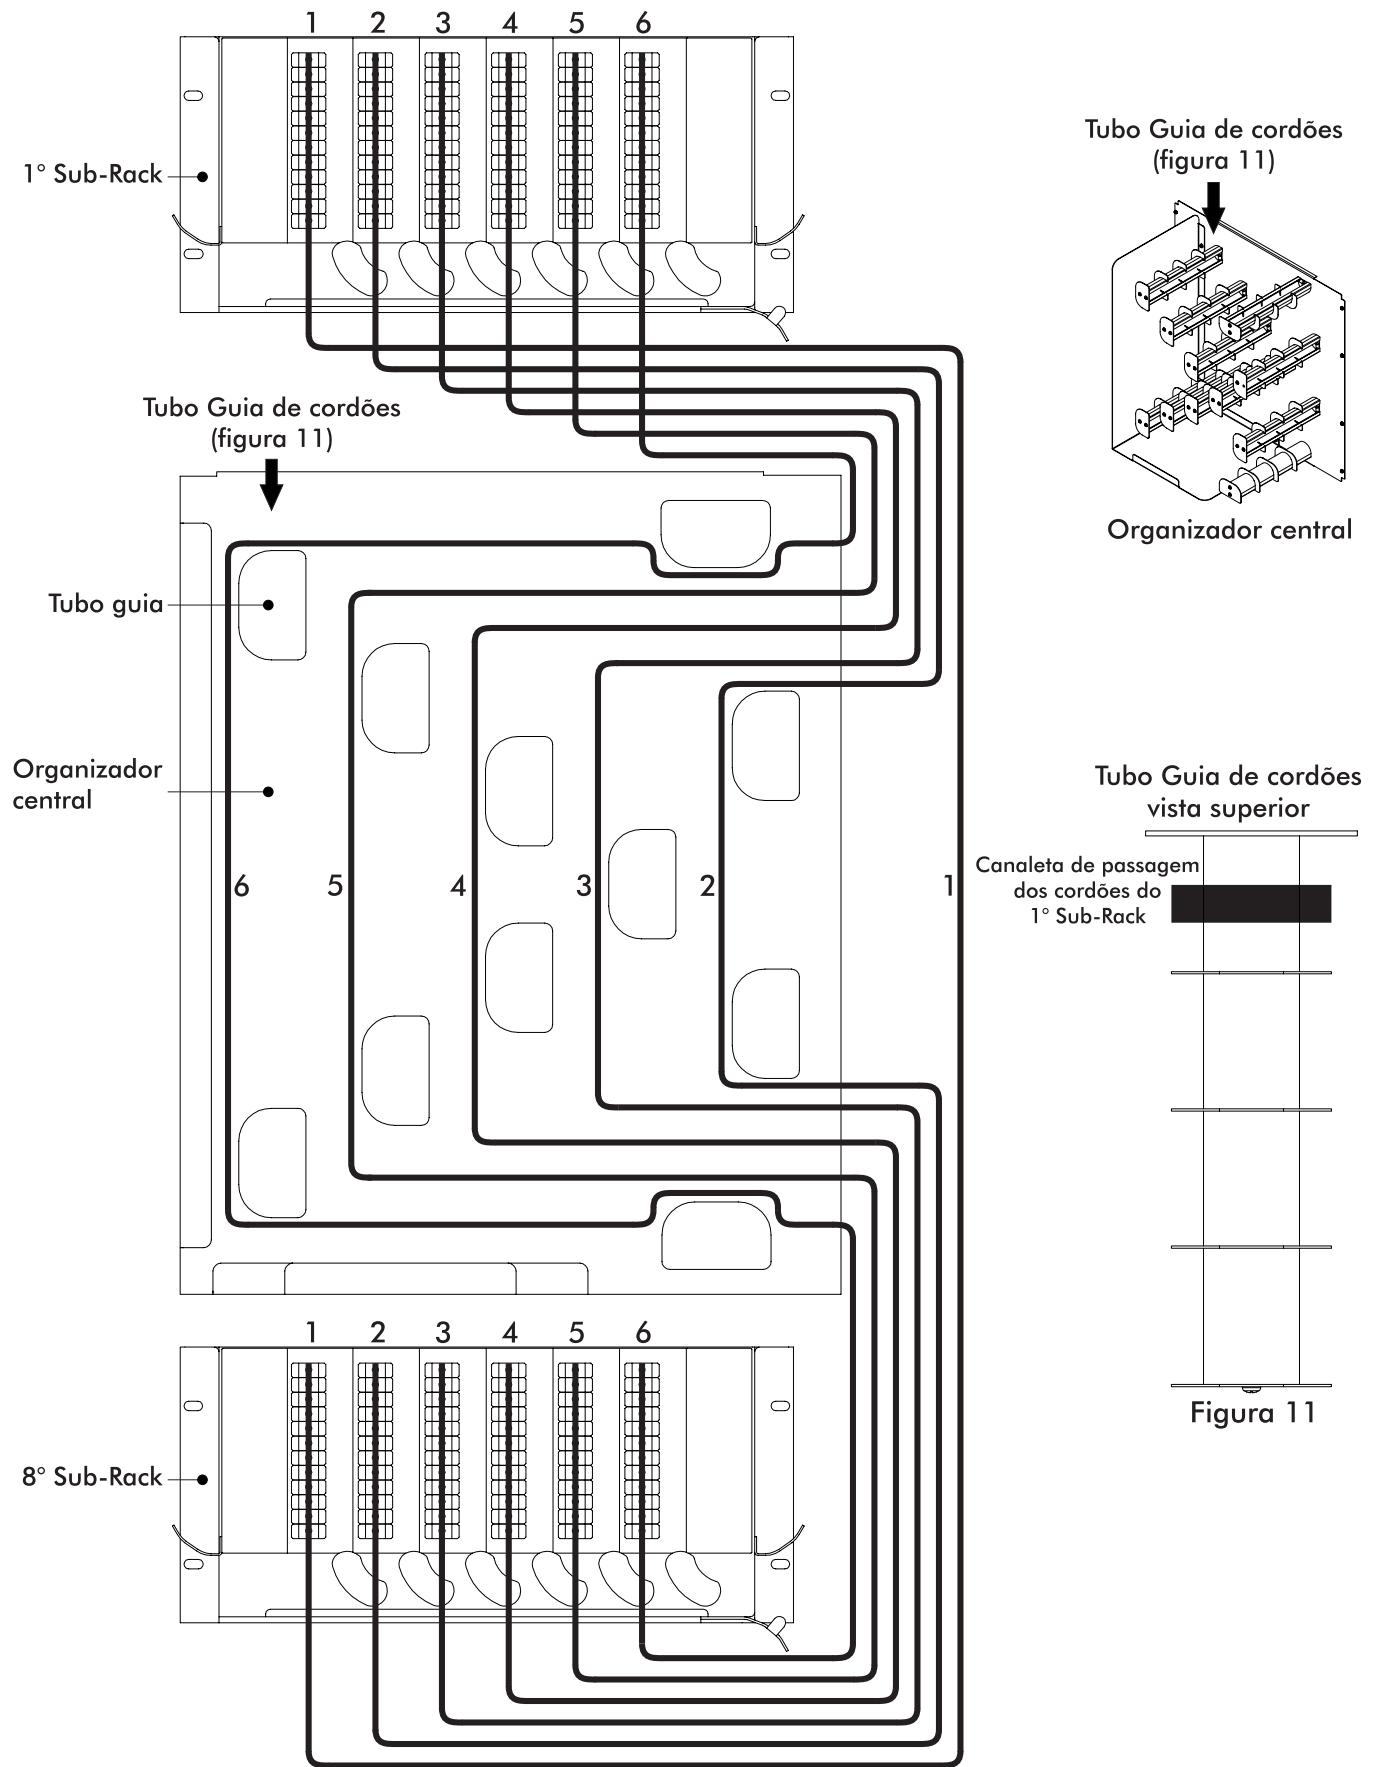

**Figura 10C**
5. Acomode as sobras dos cordões no organizador central (consulte o capítulo 8.3 para maiores detalhes). Fixe os cordões nas demais guias laterais conduzindo-os até o Sub-Rack correspondente (veja figura 10C).